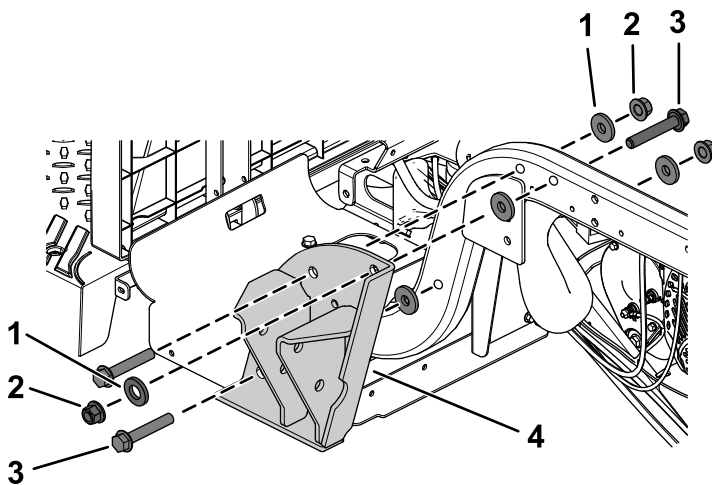

Figura 18
1. Montate una staffa del ROPS utilizzando 3 bulloni a testa flangiata ($\frac{1}{2}$ " x 3"), 5 rondelle piane ($\frac{1}{2}$ "") e 3 dadi di bloccaggio ($\frac{1}{2}$ "") come illustrato nella Figura 18.
Nota: Assicuratevi di installare le 2 rondelle piane ($\frac{1}{2}$ "") sul lato esterno, come illustrato nella Figura 18.